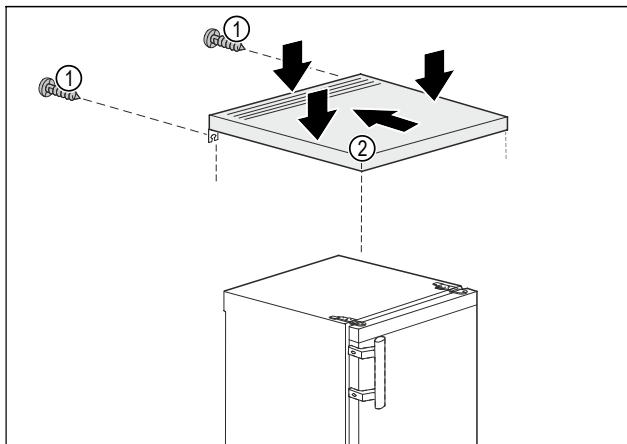

Fig. 4
- Tafelblad Fig. 4 (2) op het apparaat plaatsen.
- Tafelblad Fig. 4 (2) naar achteren schuiven.
- Tafelblad Fig. 4 (2) aan de achterkant naar beneden drukken.
- Draai de schroeven Fig. 4 (1) aan de achterkant vast.
- Tafelblad Fig. 4 (2) is gemonteerd.